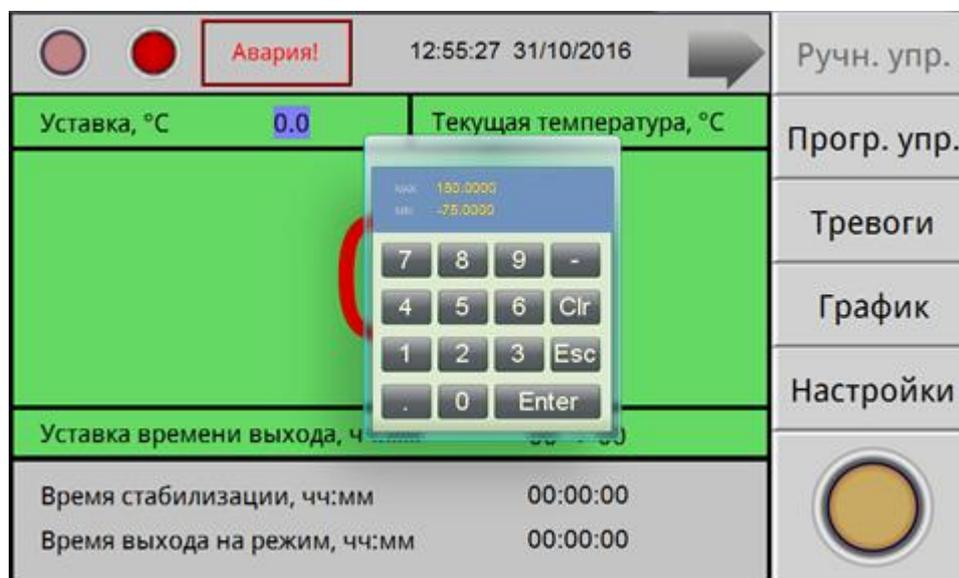

Рисунок 4
8.3 Для задания температуры уставки необходимо нажать поле на экране, в данном случае поле напротив надписи «Уставка». На экране появится вспомогательное окно ввода цифровой информации (рисунок 4). Набрать число, соответствующее задаваемой температуре. Для ввода температуры нажать на вспомогательном окне кнопку «Enter». На вспомогательном окне указан доступный диапазон задания температуры. В данном изделии минимальная температура -  $-75\text{ }^{\circ}\text{C}$ , максимальная  $+150\text{ }^{\circ}\text{C}$ .